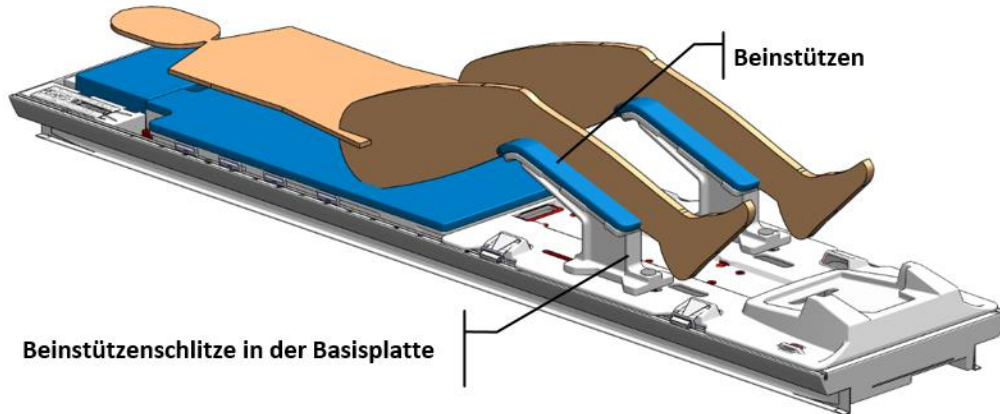

Abbildung 44: Position der Beinstützen in der Basisplatte
- d. Stützen Sie die Beine des Patienten und passen Sie die beiden Beinstützen entlang der Schlitze der Basisplatte in Abhängigkeit von der Position des Patienten an (*Abbildung 44*).